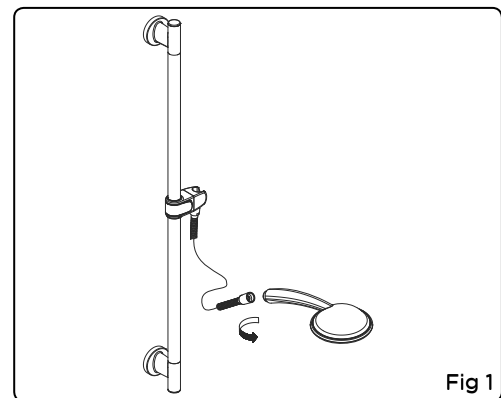

Fig 1
1. Remove cap. Using hex wrench (supplied), loosen set screw and remove post from slide bar base (Fig 1).
1. Enlever le capuchon. À l'aide de la clé hexagonale (fournie), desserrer la vis de pression et retirer la fixation de la base de la barre (fig. 1).
1. Quite el tapón. Utilice la llave hexagonal provista para aflojar el tornillo de presión y quite la sujeción de la base de la barra (fig. 1).
1. Remove handshower from hose by unscrewing hose conical counter-clockwise (Fig 1).
1. Tourner la douche à main dans le sens contraire des aiguilles d'une montre pour la détacher du flexible (fig. 1).
1. Quite la ducha de mano de la manguera desenroscando la sección cónica de la manguera en sentido antihorario (fig. 1).